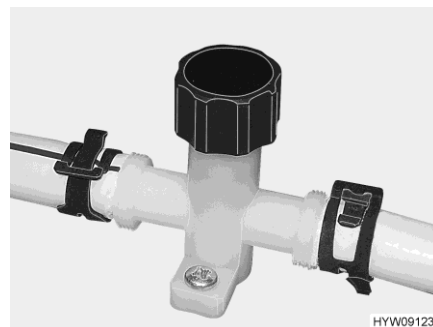

Fig. 154 Llave de desagüe (tubería de agua)
- Cerrar las llaves de desagüe. Para ello, girar el capuchón de la llave de desagüe (Fig. 154) en sentido de las agujas del reloj.